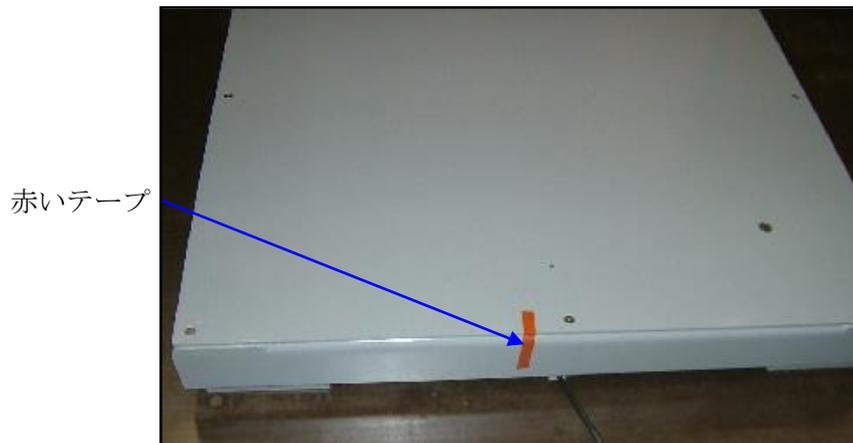

図2
2) 載台上板上面の赤いテープは、載台上板の取付方向を示しています。載台上板を再度取付時に赤いテープの位置を合わせて下さい。(図2参照)
(図2参照)